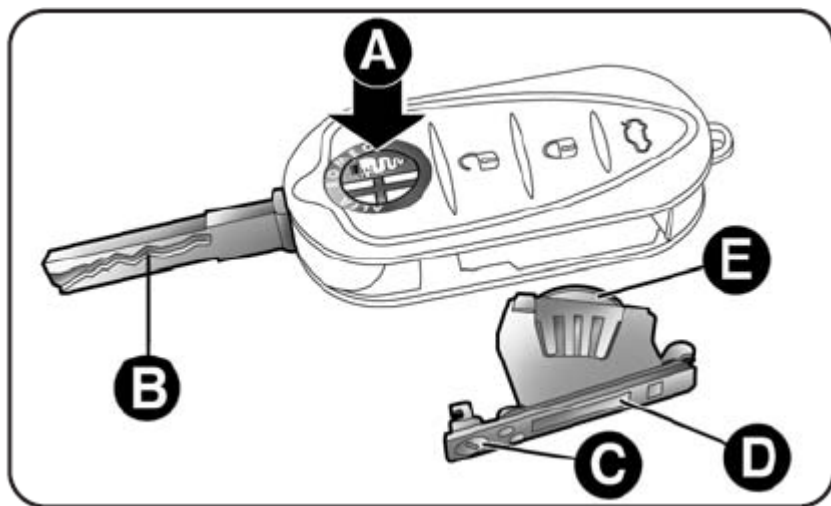

Рис.17
- нажать кнопку **A**- рис. 17 и разложить металлическую часть **B** ключа, при помощи тонкой отвертки повернуть винт **С** на  ;